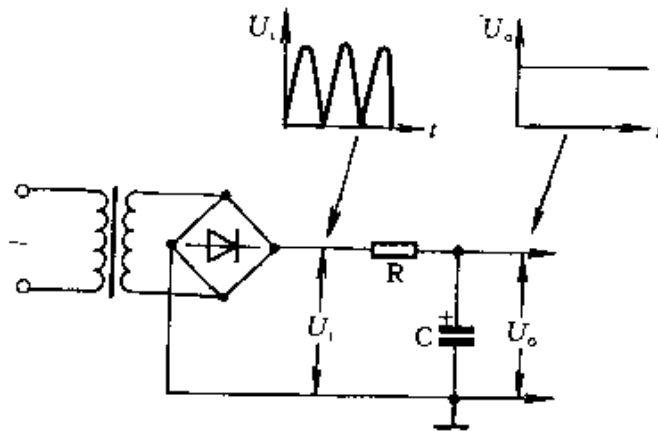

图 2-44
① 电容器具有旁路滤波作用。图 2-44 所示为整流电源电路,二极管整流出来的电压 U_i 是脉动直流,其中既有直流成分也有交流成分,由于输出端接有滤波电容器 C ,交流成份被 C